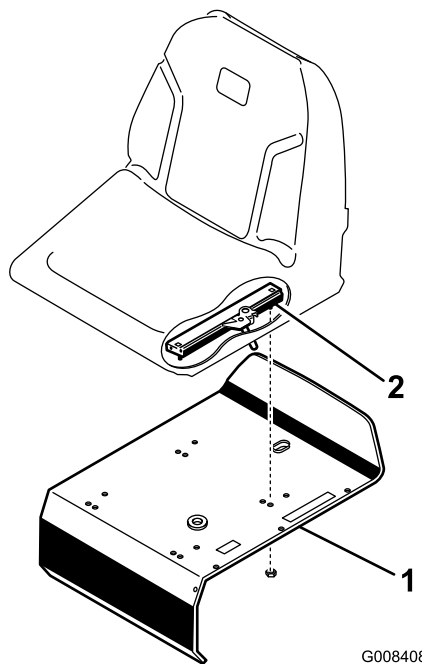

Рисунок 3
3. Прикрепите салазки сиденья к опоре сиденья контргайками на 5/16" (Рисунок 3), поставляемыми в числе отдельных деталей.